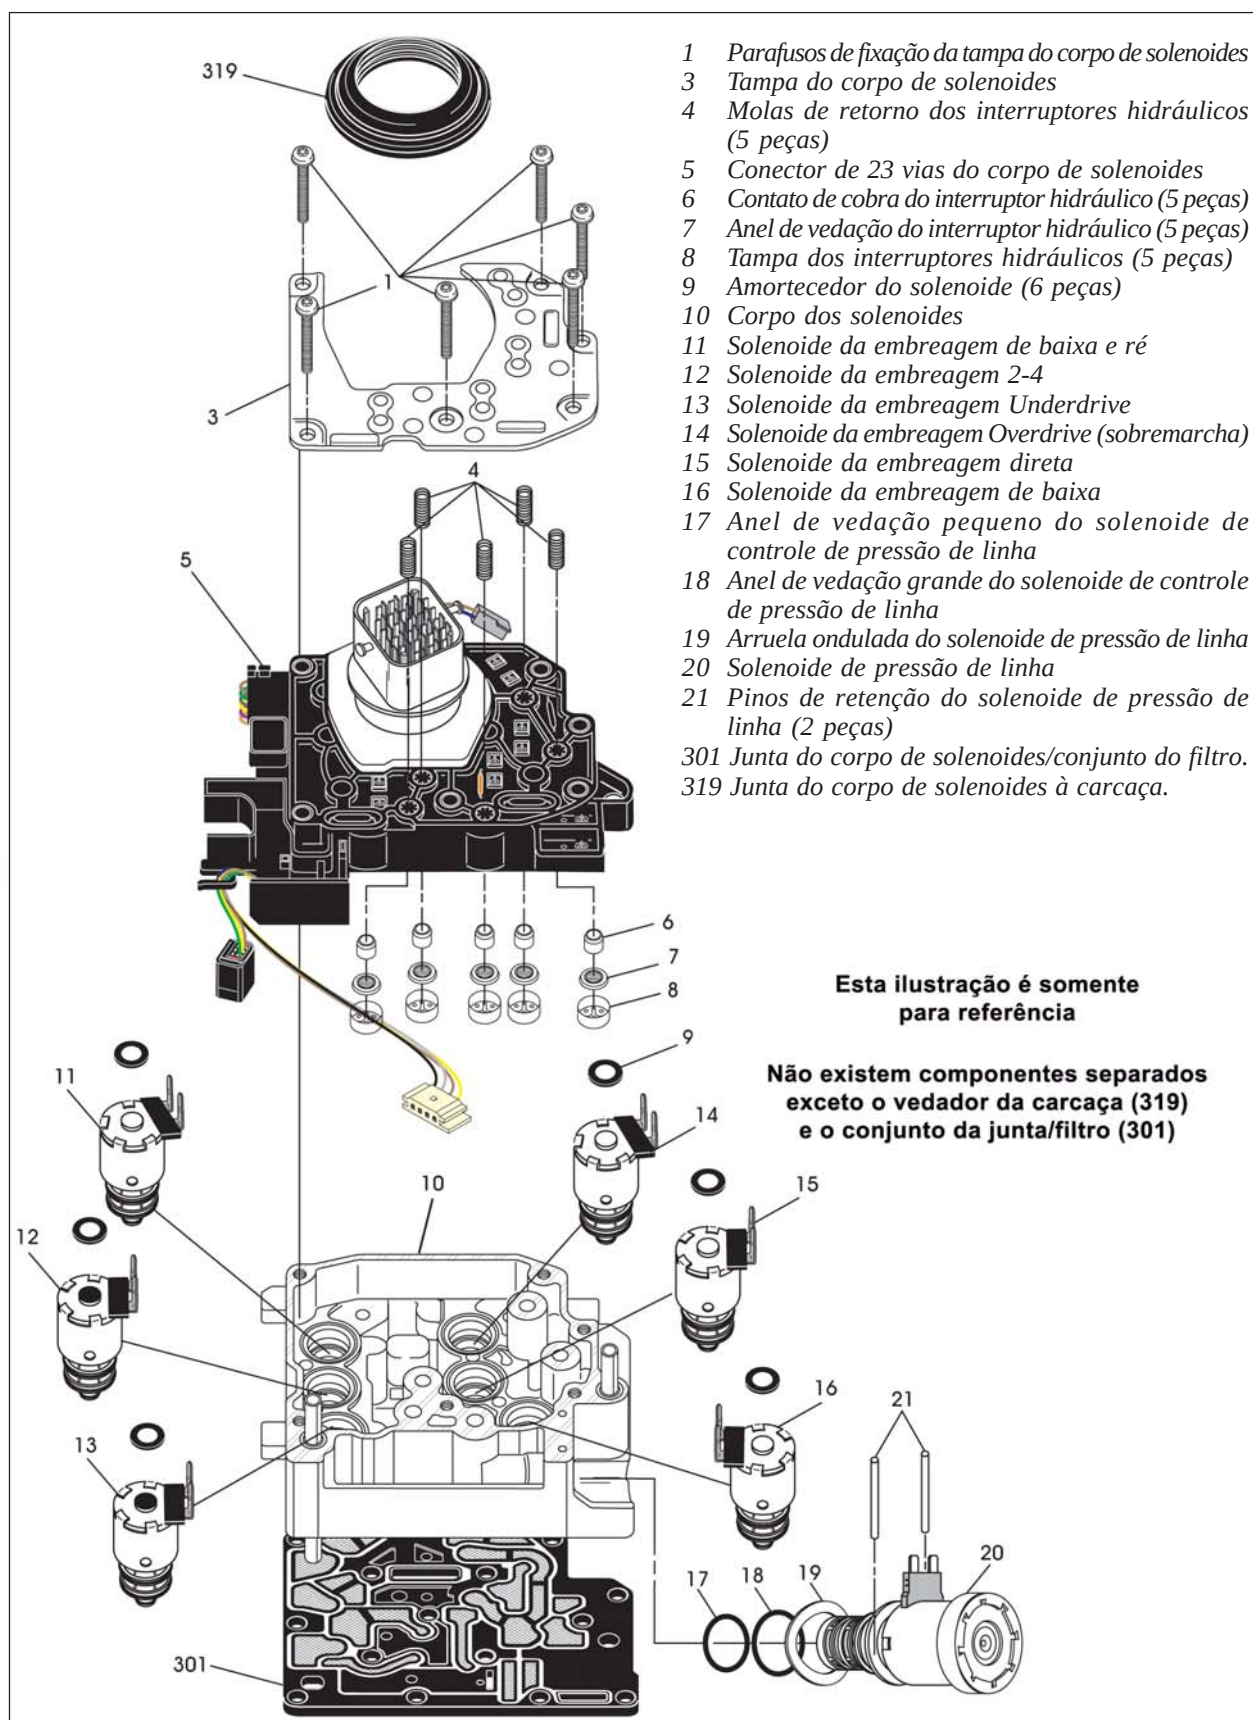

Figura 217
24. Contudo, se alguém já os removeu, providenciamos uma vista explodida do conjunto para ajudar na remontagem, conforme mostra a figura 217.
A ilustração na figura 217 é fornecida somente para referência. Recomendamos **NÃO DESMONTAR** o corpo de solenóides pois não existem peças avulsas para o serviço deste componente.